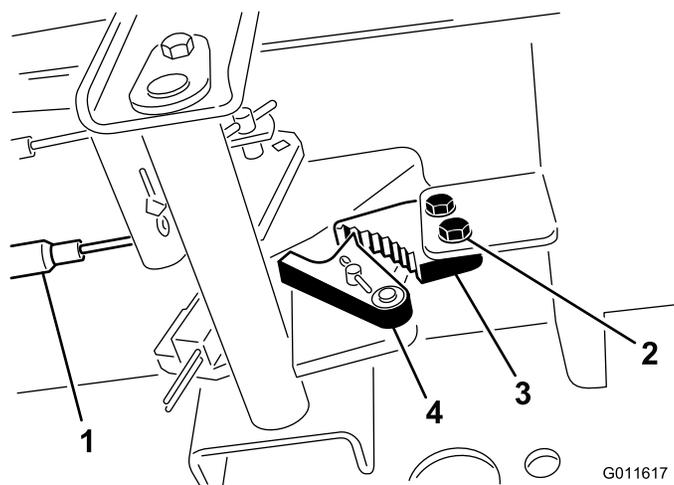

Figure 76
1. Desserrez les 2 vis qui fixent le cliquet du frein de stationnement au châssis (Figure 76).
2. Appuyez sur l'avant de la pédale du frein de stationnement jusqu'à ce que le verrou s'engage complètement sur le cliquet du frein (Figure 76).